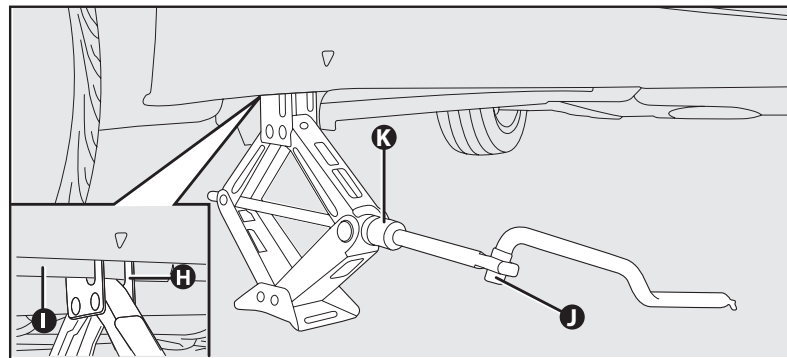

fig. 8
- Asegúrese de que la ranura **H**-fig. 8 del gato esté bien encajada en el travesaño **I**;